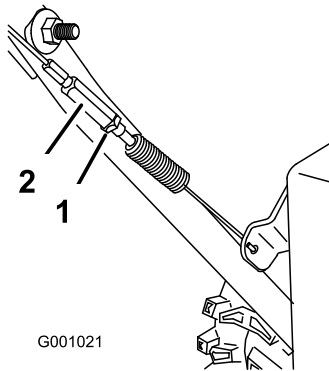

Figure 35
3. Resserrez l'écrou de blocage (Figure 35).